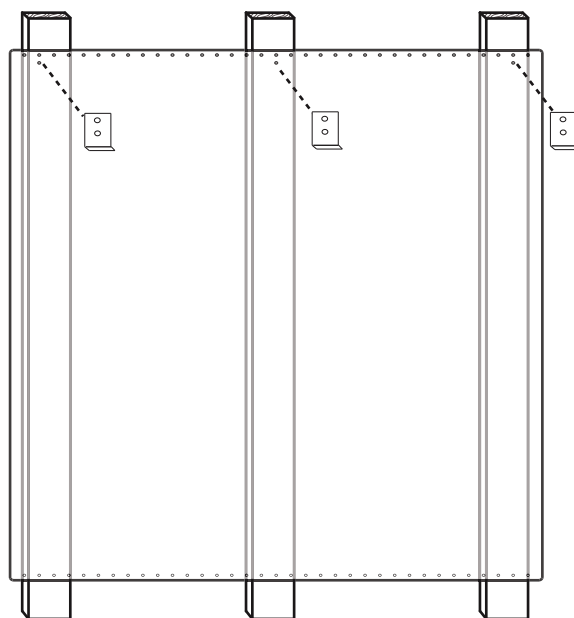

Figure 17 : Dosseret de protection avec étagère garde-chaud
3. À l'endroit indiqué sur la *Figure 17* fixez les supports inférieurs fournis avec l'étagère garde-chaud à travers le dosseret de protection, dans les montants de cloison.